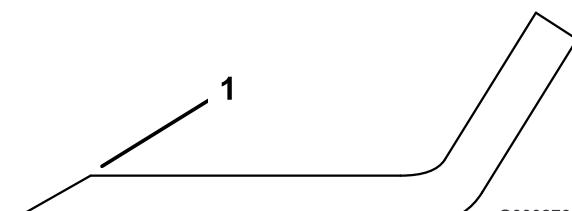

図 32
- 3. 全部のブレードの刃先を丁寧に点検する。刃先が鈍くなっていたり欠けていたりした場合には研磨する。研磨は刃先の上面だけを行い、刃の元々の角度を変えないように十分注意する図 32。ブレードの左右を均等に削れば、バランスを狂わすことなく研磨を行うことができる。